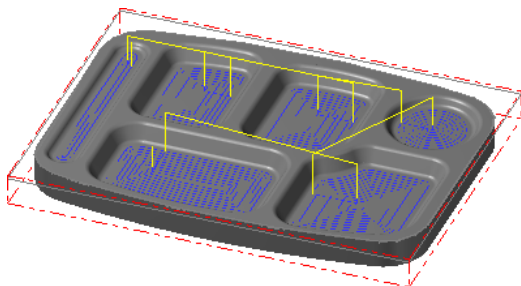

图 1.28 刀具路径
(1) 在“曲面精加工浅平面”对话框的 **刀具路径参数** 选项卡的列表框中显示出 Step4 所选择的刀具，双击该刀具，系统弹出“定义刀具-机床群组-1”对话框。
(2) 设置刀具号码。在“定义刀具-机床群组-1”对话框的 **刀具号码** 文本框中，将原有的数值改为 4。
(3) 设置刀具参数。单击“定义刀具-机床群组-1”对话框中的 **参数** 选项卡, 在 **进给率** 文本框中输入值 500.0, 在 **下刀速率** 文本框中输入值 200.0, 在 **提刀速率** 文本框中输入值 1000.0, 在 **主轴转速** 文本框中输入值 2200.0。
(4) 设置冷却方式。在 **参数** 选项卡中单击 **Coolant...** 按钮, 系统弹出“Coolant...”对话框, 在 **Flood** (切削液) 下拉列表中选择 **On** 选项。单击该对话框中的 **✓** 按钮, 关闭“Coolant...”对话框。
(5) 单击“定义刀具-机床群组-1”对话框中的 **✓** 按钮, 完成刀具参数的设置。
Step8. 单击“曲面精加工浅平面”对话框中的 **✓** 按钮, 同时在图形区生成图 1.28 所示的刀具路径。